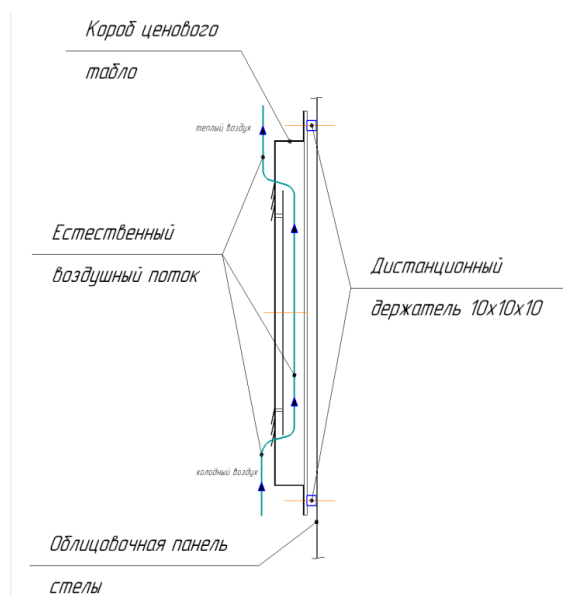

Рис.1
2.4. По вентиляции применить дополнительные требования: При отсутствии вентиляционных окошек на тыльной стороне металлического корпуса предусмотреть воздушные зазоры, размер которых выбрать из расчета общей площади вентиляционных отверстий 200см2, где 100см2 это приточная вентиляция и 100 см2 – вытяжная вентиляция. (см. рис.1). Расстояние обеспечивается при помощи дистанционных держателей размером 10x10x10. При наличии вентиляционных окошек требования по воздушным зазорам не актуально.